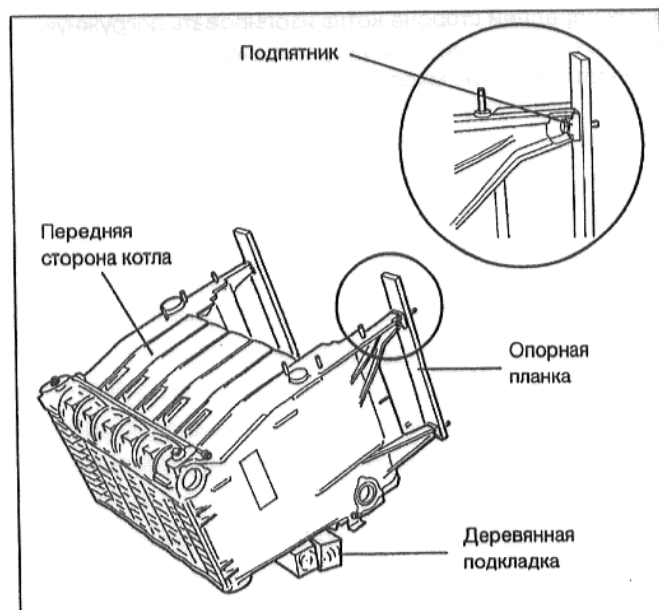

Рис. 11
- Используя деревянные подкладки, уложить котел на заднюю сторону (Рис. 11).
- Надеть подпятники на опоры секции котла (Рис. 11).
- Вставить болты (M8 x 50) сверху через подпятники опор секции котла (Рис. 11).
- Надеть на болты опорные планки (Рис. 11).